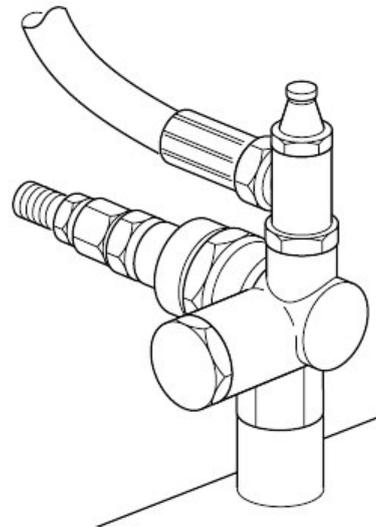

Abb. 6: Freilauf-Ventil
Schritt 5: Lassen Sie den Kompressor beim Erststart ungefähr zehn Minuten lang mit geöffnetem Kondensatablass-Ventil (9) (Abb. 6) mit einem untergestellten Auffangbehälter laufen.
Schritt 2: Lassen Sie das Kondenswasser ab, indem Sie das Kondensatablass-Ventil (9) (Abb. 6) an der Unterseite des Behälters öffnen. Schließen Sie das Ventil wieder, sobald nur noch reine Luft, ohne Kondenswasser austritt. Für diese Arbeit sind Schutzhandschuhe zu tragen. Zum Auffangen des Kondenswassers empfiehlt es sich, ein flaches Gefäß zu verwenden.